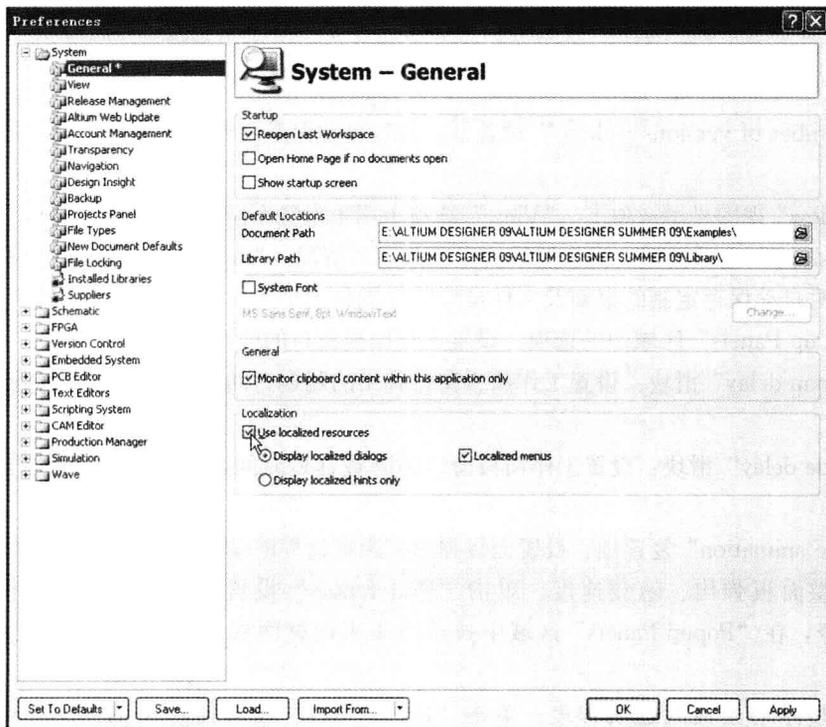

图 1-5 选中“Use Localized resources”复选框
在使用 Altium Designer 9 软件前，需要对系统参数进行设置，以适应自己的操作习惯。用户单击“DXP”子菜单下“Preferences”命令，系统将弹出如图 1-5 所示的系统参数设置对话框。
2) 如图1-5所示，在“Localization”区域中，选中“Use Localized resources”复选框，系统会弹出提示框，单击“OK”按钮，然后在“System-General”设置界面中单击“Apply”按钮，使设置生效，再单击“OK”按钮，退出设置界面，关闭软件，重新进入Altium Designer软件系统，即可进入中文编辑环境。